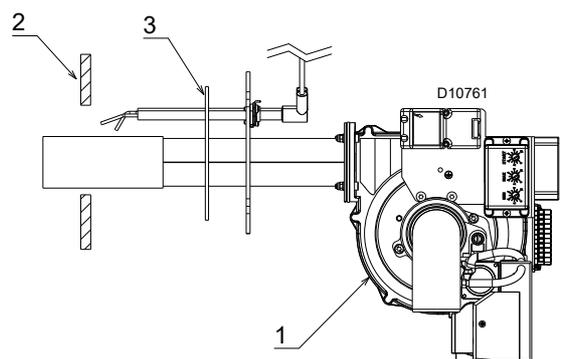

Fig. 7
- fixer le brûleur 1)(Fig. 7) sur la porte du générateur 2) à l'aide des 4 vis et (au besoin) des 4 écrous fournis avec l'équipement, en interposant l'écran isolant 3).